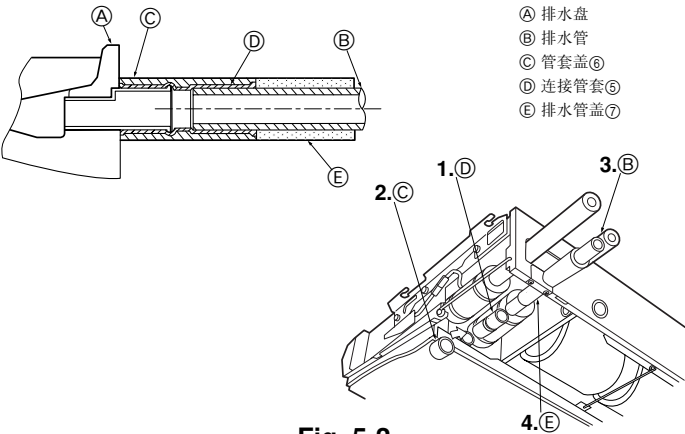

Fig. 5-2
- 安装步骤 (Fig. 5-2)
1. 使用氯乙 烯粘 合剂 将 随 机 组 提 供 的 连 接 管 套 ⑤ 附 加 在 机 组 的 排 水 端 口 上。
2. 将 随 机 组 提 供 的 管 套 盖 ⑥ 紧 固 到 连 接 管 套 ⑤ 上。
3. 使 用 氯 乙 烯 粘 合 剂 将 室 外 排 水 管 (VP-20) 附 加 在 连 接 管 套 ⑤ 上。
4. 包 裹 随 机 组 提 供 的 排 水 管 盖 ⑦。(用 带 子 缠 接 缝 处)